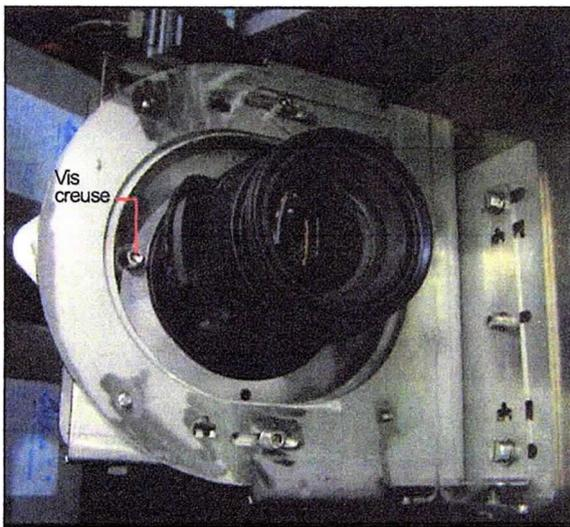

Figure 9-23 Vis de montage de la chambre photographique
5. Déposer les deux vis creuses de l'avant du support de montage de la chambre photographique (se reporter à la Figure 9-23).